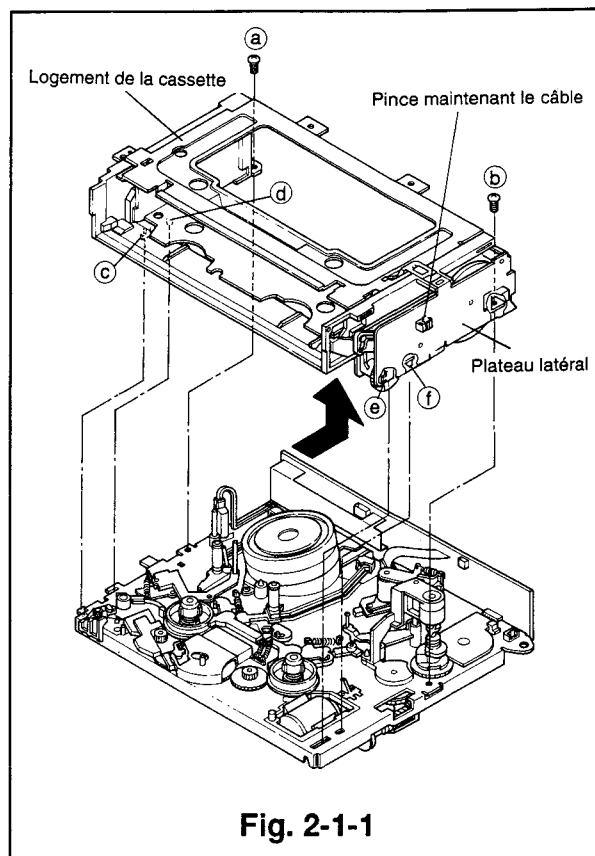
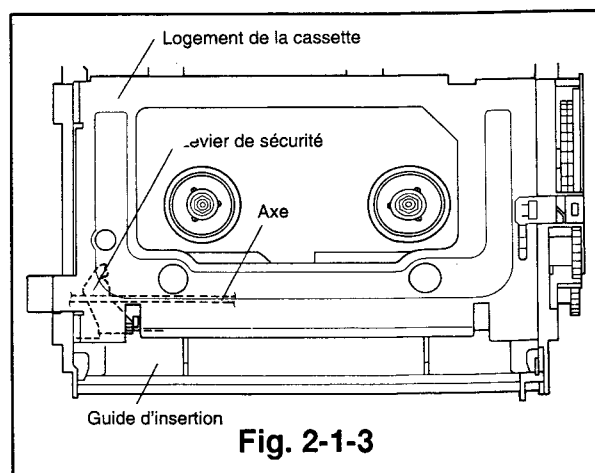

Fig. 2-1-1
Fig. 2-1-3
- 3) Défaire la pince qui maintient le câble du moteur de chargement, qui est attaché sur le plateau latéral du logement de la cassette. Dévisser les deux vis de fixation (a, b) du logement de la cassette. Soulever lentement le logement de la cassette dans le sens indiqué par la flèche. (Se référer à la Fig. 2-1-1.)
- 4) S'assurer que le levier de sécurité d'enregistrement se situe entre le guide d'insertion du logement de la cassette et l'axe, comme illustré dans la Fig. 2-1-3. Aligner les quatre points (c, d, e, f) situés dans le fond du logement avec les trous correspondants de la platine. Fixer le logement de la cassette sur la platine à l'aide des deux vis (a, b). (Se Référer à la Fig. 2-1-1)